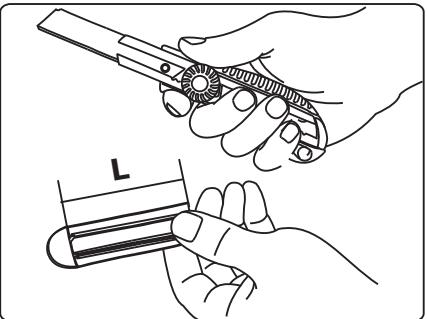

рис. 10
**Примечание:** если вы не нашли информацию о длине линеек на ваш автомобиль, свяжитесь пожалуйста с нашим менеджером по продукту (см. стр. 7) (рис. 10).